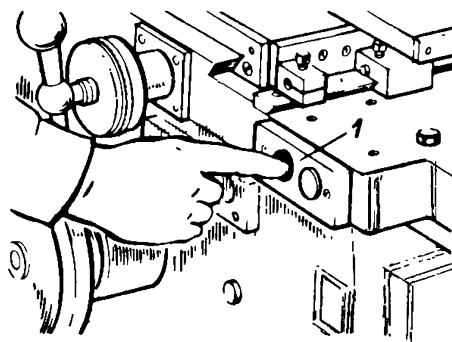

Рис. 4
2. Включить электродвигатель станка (рис. 4). Нажать указательным пальцем правой руки до отказа и отпустить черную кнопку (или кнопку "Пуск") кнопочной станции I.
3. Выключить электродвигатель (рис. 4). Нажать указательным пальцем правой руки до отказа и отпустить красную кнопку (или кнопку "Стоп") кнопочной станции I.